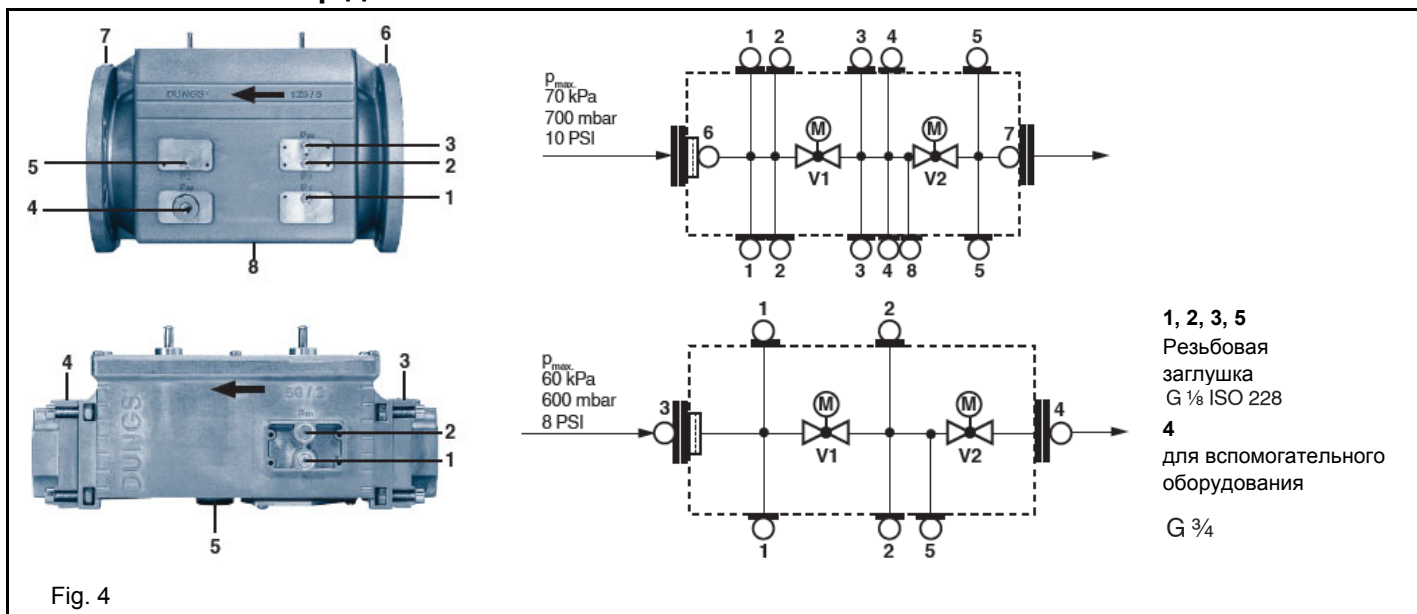

Fig. 4
- Заменяйте фильтр, если разница давления между точками 1 и 3 (Рис. 4) $\Delta p > 10$ мбар.
2. Сдвинуть VD вперед до упора, рис. 4.